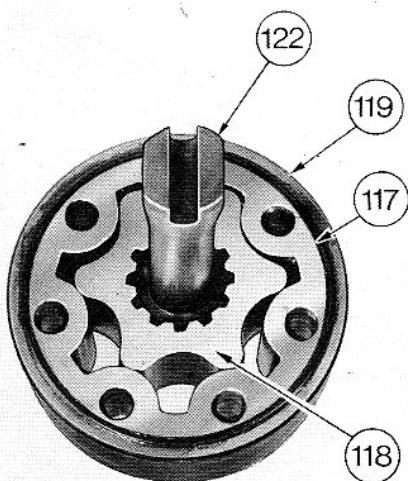
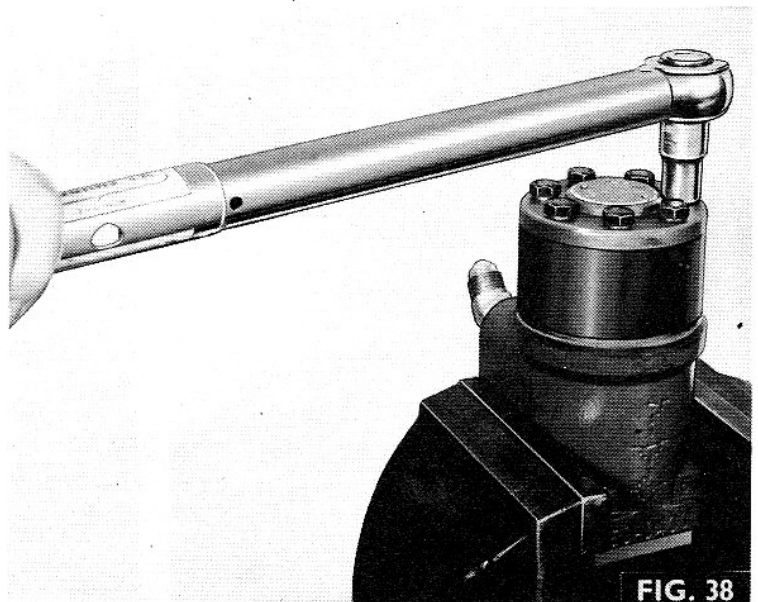

FIG. 37
FIG. 38
13. Fig. 37. Assembler l'arbre moteur (122) sur le rotor (118), comme indiqué en alignant la fente à l'extrémité de l'arbre moteur avec la découpe dans le rotor. CECI EST TRES IMPORTANT.
14. Prendre des joints toriques neufs (117) et reposer la plaque de soupape (121), le rotor, le stator et l'ensemble arbre moteur (118, 119 et 122) ainsi que la plaque d'embout (116).
15. Reposer les 7 boulons (115) avec de nouvelles rondelles en plaçant le boulon avec l'ergot long dans le perçage de la pièce rapportée filetée.
16. Fig. 38. Serrer les 7 boulons (115) à un couple de 3 kg-m (20lb-ft).